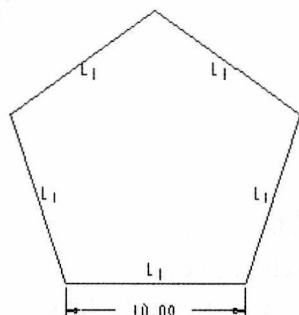

图 1-6 最后的结果
(4) 修改边长为最后的尺寸 10.00, 删除外接圆, 结果如图 1-6 所示。